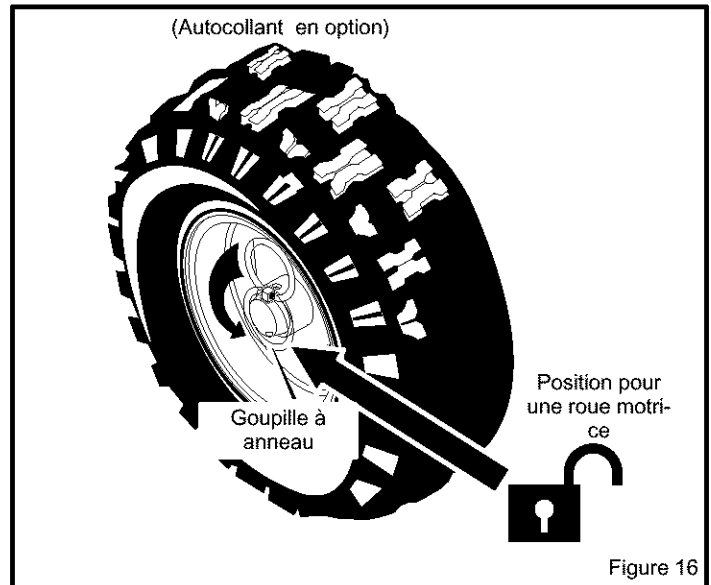

Figure 16
2. Pour augmenter la maniabilité dans de la neige légère, retirer la goupille de sa position de blocage et l'engager dans le trou pour une roue motrice (Figure 16). S'assurer que la goupille est dans la position correspondant à une seule roue motrice et non pas en position de blocage.